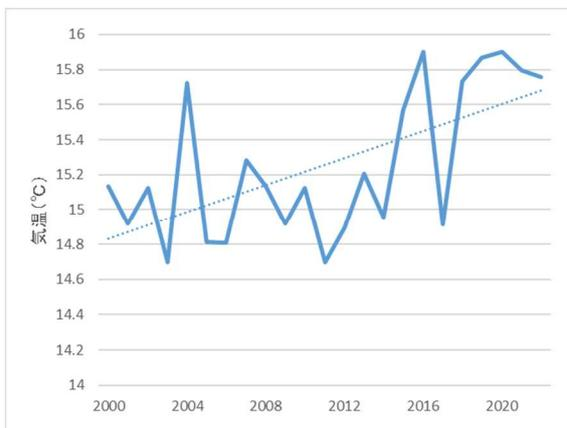

図1 年平均気温の推移(彦根)
- ・近年、気温は上昇傾向にあり、6～9月においては、35℃以上の猛暑日の日数が増加しています（図1、2）。